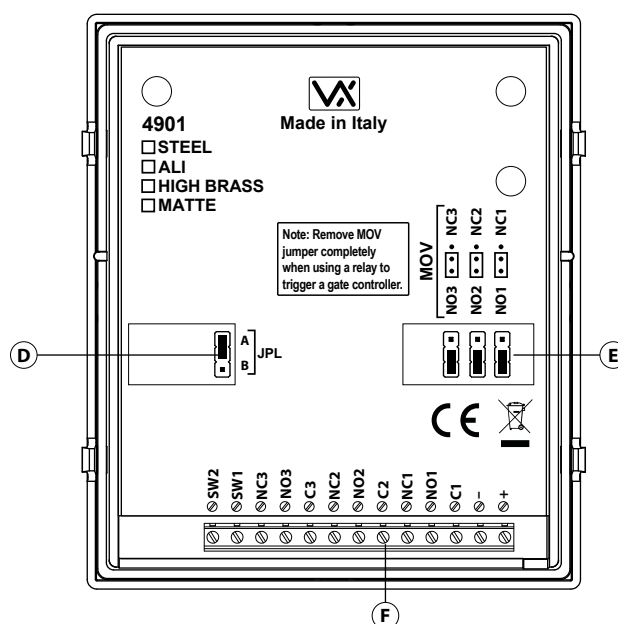

Fig. 2 Arrière
Le cavalier JPL (**Fig. 2**, ④) permet de régler la luminosité et de déterminer le fonctionnement des boutons rétro-éclairés. Il existe quatre réglages de la luminosité pour les boutons rétro-éclairés et deux modes de programmation (mode 1 et 2) pour le cavalier.